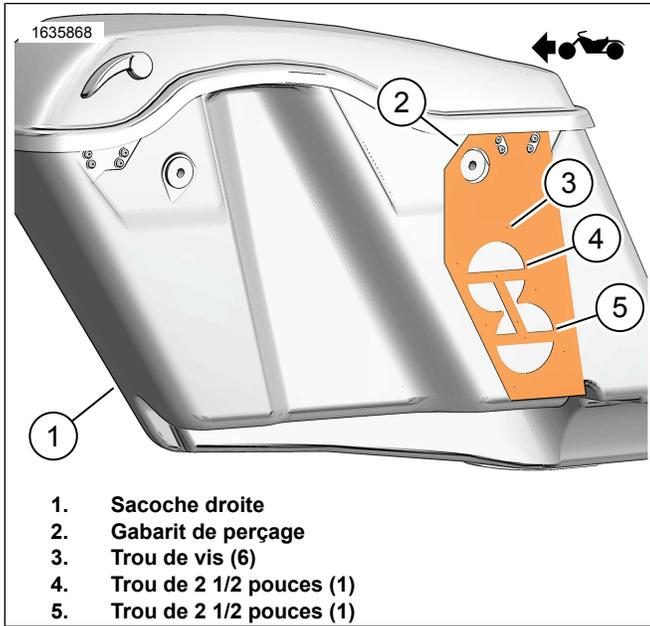
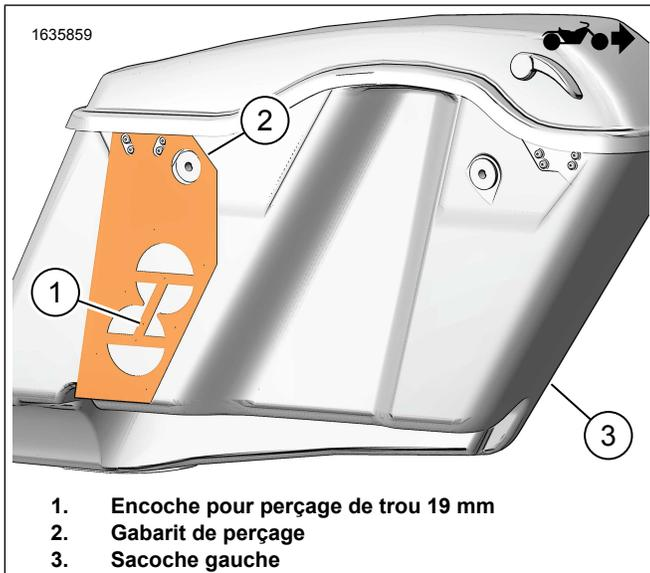
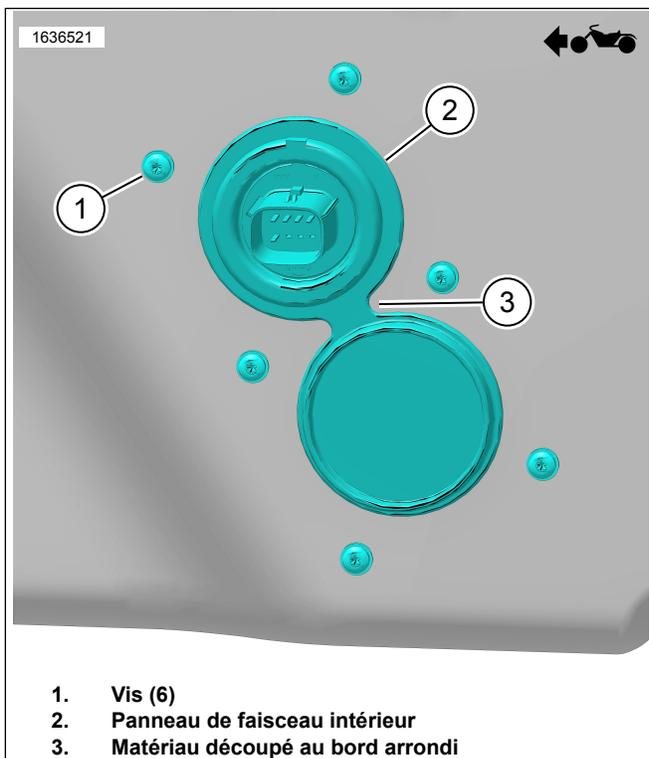

Figure 2. Sac droit
Figure 3. Sacoche gauche
Figure 7. Panneau de faisceau interne
1. Figure 2 Positionner le gabarit de perçage (2) sur la sacoche droite (1).
2. Modifier la sacoche droite (1).
- d. Figure 7 Couper le matériau jusqu'au bord arrondi (3).
4. Figure 3 Positionner le gabarit de perçage (2) sur la sacoche gauche (3).
5. Modifier la sacoche gauche (3).
- a. Marquer au poinçon l'emplacement de perçage (1) sur le gabarit.
6. Figure 7 Installer le panneau du faisceau interne (2).